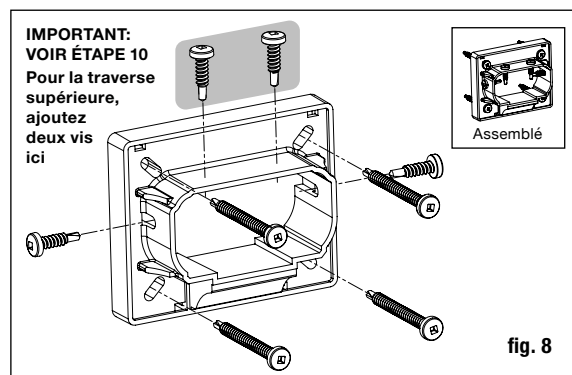

fig. 8
Étape 10 Placez les couvre-supports et support de traverse aux extrémités de la traverse supérieure. Positionnez la traverse du haut en plaçant les balustres à l'intérieur des trous fraisés, tout en travaillant d'une extrémité à l'autre. Vérifiez que la traverse est à niveau. En utilisant le support comme guide, marquez la position des vis sur le manchon de poteau et sur les deux extrémités de la traverse. Percez des trous de guidage de 0,3 cm (1/8 po) dans le manchon de poteau et la traverse. Fixez le support au manchon de poteau grâce à quatre vis à tête carrées n° 8-15 x 5 cm (2 po) - n° 2, puis fixez le support à la traverse en utilisant quatre vis à tête carrées autotaraudeuses n° 10-16 x 1,9 cm (3/4 po) - n° 2. **Important : Pour la traverse supérieure uniquement, veuillez pré-percer des trous et fixer deux vis supplémentaires à travers la partie supérieure du support dans la traverse supérieure (fig. 8).**
Étape 9 Placez les couvre-supports et supports de traverse d'escalier aux extrémités de la traverse supérieure. Positionnez la traverse du haut en plaçant les balustres à l'intérieur des trous fraisés, tout en travaillant d'une extrémité à l'autre. Centrez le support d'escalier sur le poteau. En utilisant le support d'escalier comme guide, marquez la position des vis sur le manchon de poteau et sur les deux extrémités de la traverse. Percez des trous de guidage de 0,3 cm (1/8 po) dans le manchon de poteau et la traverse. Fixez le support d'escalier au manchon de poteau grâce à quatre vis à tête plane n° 8-15 x 5 cm (2 po) - n° 2, puis fixez le support d'escalier à la traverse en utilisant quatre vis à minces à têtes carrées autotaraudeuses n° 8-16 x 1,9 cm (3/4 po) - n° 1. **Important : Pour la traverse supérieure uniquement, veuillez pré-percer des trous et fixer deux vis supplémentaires à travers la partie supérieure du support dans la traverse supérieure (fig. 8).**